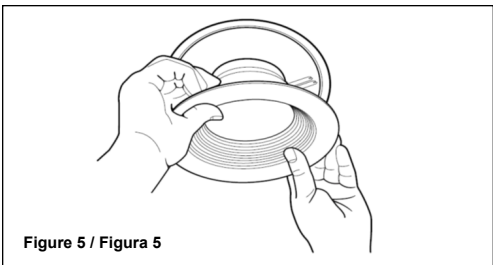

Figure 5 / Figura 5
- B. Spring retention clips (Model 4BEMW LED Only): Center the LED module in the housing opening and gently push the module up into the housing evenly on all sides until flush with ceiling (Figure 5).
- B. Pincas de retenue de ressort (Modèle 4BEMW LED): CCenter le module DEL dans l'ouverture du boîtier et pousser délicatement le module dans le boîtier uniformément sur tous les côtés jusqu'à ce qu'il affleure le plafond (Figure 5).